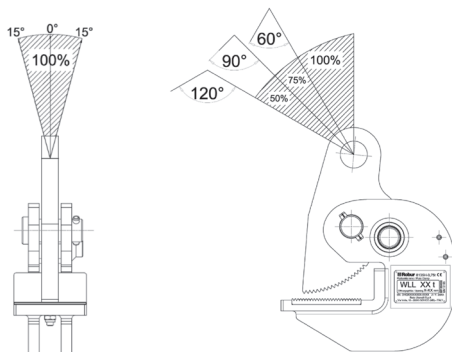

Fig. 8
**ATTENZIONE:** In caso di tiro angolato è necessario ridurre opportunamente la portata seguendo lo schema riportato in fig. 8.